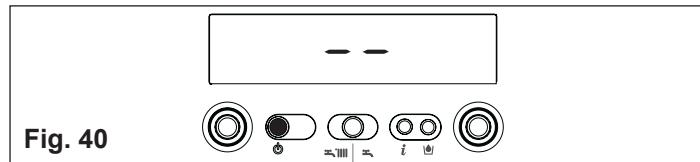

Fig. 40
⚠️ Les opérations de configuration des paramètres doivent s'effectuer avec la chaudière en position OFF. Pour cela appuyez sur la touche jusqu'à ce que l'afficheur montre “- -” (fig. 40).
- sortez en appuyant sur la touche ESCAPE. La chaudière se remet dans l'état “- -” (éteint). Pour rétablir le fonctionnement appuyez sur la touche (fig. 40).